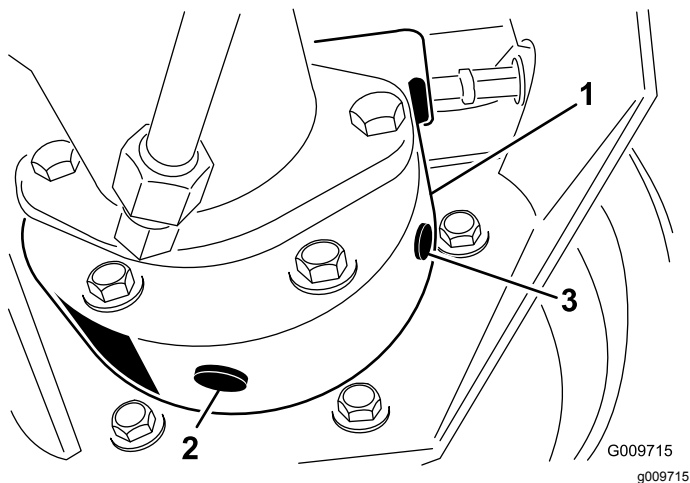

图 49
3. 将放油盘放在制动器箱下面取出排油塞让油排出 (图 49)。